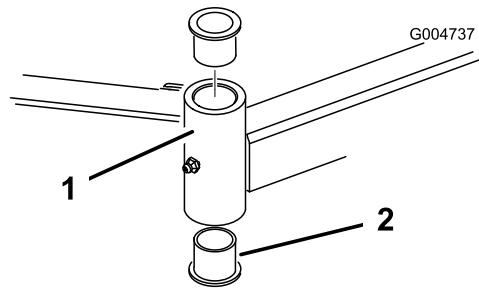

Figura 97
- Inserte un botador fino en la parte superior o inferior del tubo de montaje y dé golpes hasta retirar el casquillo del tubo (Figura 97). Retire también el otro casquillo del tubo. Limpie el interior de los tubos para eliminar toda suciedad.